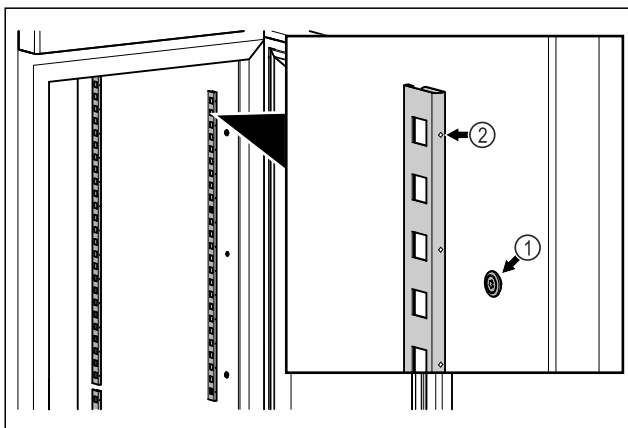

Fig. 81 Ilustrační zobrazení
- ▶ Zahrákněte zářázkové lišty do zavěšení Fig. 81 (1). Označení Fig. 81 (2) musí směřovat dopředu.